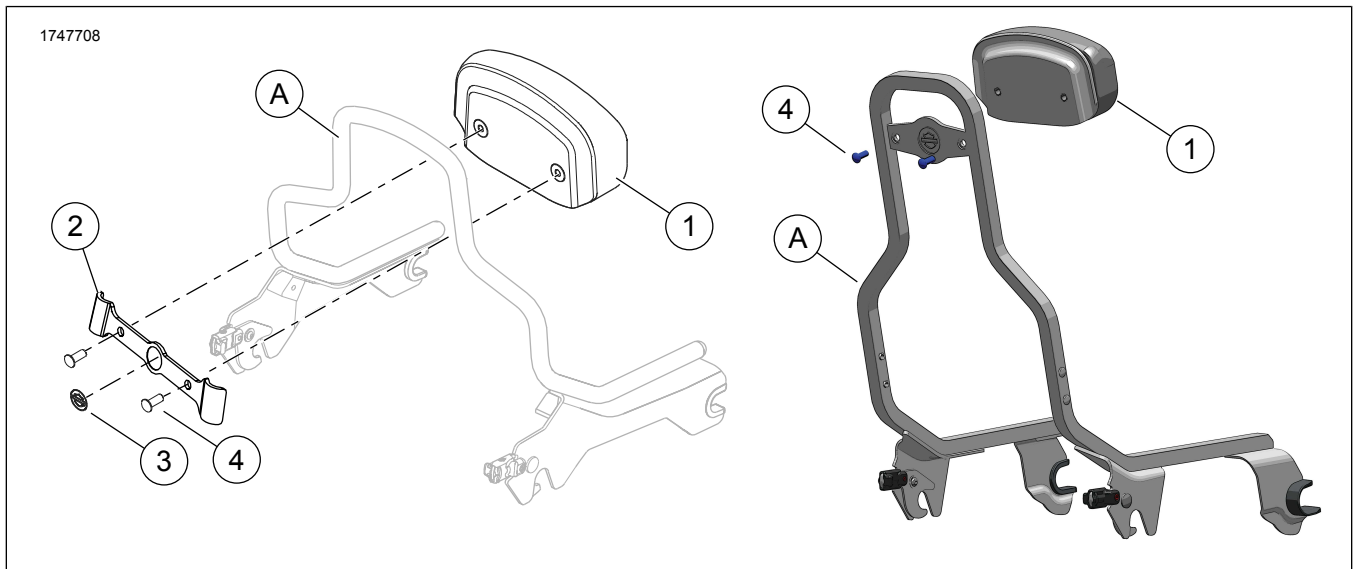

Figure 1. Contenu du kit : Kit de coussin de dossier compact
- Figure 1 Positionner le coussin de dossier (1) de manière à ce que le contour de la base s'aligne avec le haut du montant de barre Sissy Équipement d'origine (A).
- Les côtés du support (3) ne sont pas symétriques. La largeur en haut est inférieure à la largeur en bas.
- Utiliser un mélange à 50/50 d'alcool isopropylique et d'eau pour bien nettoyer la surface du montant Équipement d'origine (A) avant d'installer le support (2). Laisser sécher complètement. Poser à température ambiante. 10–32 °C (50–90 °F)
- Retirer la protection adhésive des côtés gauche et droit du support (3).
- Figure 1 Placer le support de montage contre le coussin de sorte que le montant de barre Sissy Équipement d'origine (A) se trouve entre le coussin (1) et le support (2).
- Positionner le support (2) sur le montant de barre Sissy Équipement d'origine (1) et appuyer fermement.
- Insérer les vis (4). Serrer.
- Figure 1 Utiliser un mélange à 50/50 d'alcool isopropylique et d'eau pour bien nettoyer la surface du montant de barre Sissy Équipement d'origine (A) avant d'installer le support (2). Laisser sécher complètement. Poser à température ambiante.
- Figure 1 Si nécessaire, découper la pièce imperméable en plastique autour des trous de vis pré-perçés dans le coussin de dossier (1) pour éviter que le plastique s'accroche dans les filets.
- Positionner le coussin de dossier (1) de manière à ce que le contour de la base s'aligne avec le haut du montant de barre Sissy Équipement d'origine (A).
- Figure 1 Utiliser un mélange à 50/50 d'alcool isopropylique et d'eau pour bien nettoyer la surface du montant de barre Sissy Équipement d'origine (A) avant d'installer le support (2). Laisser sécher complètement. Poser à température ambiante. 10–32 °C (50–90 °F)
- Figure 1 Placer le support de montage (2) contre le coussin (1) de sorte que le montant de barre Sissy Équipement d'origine (A) se trouve entre le coussin et le support.
6. Figure 1 Insérer les vis (4). Serrer.
1. Figure 1 Aligner le coussin (1) avec le support (2).
2. Poser les vis (4). Serrer.